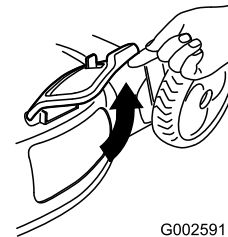

Figure 29
2. Lift open the side-discharge door (Figure 29).